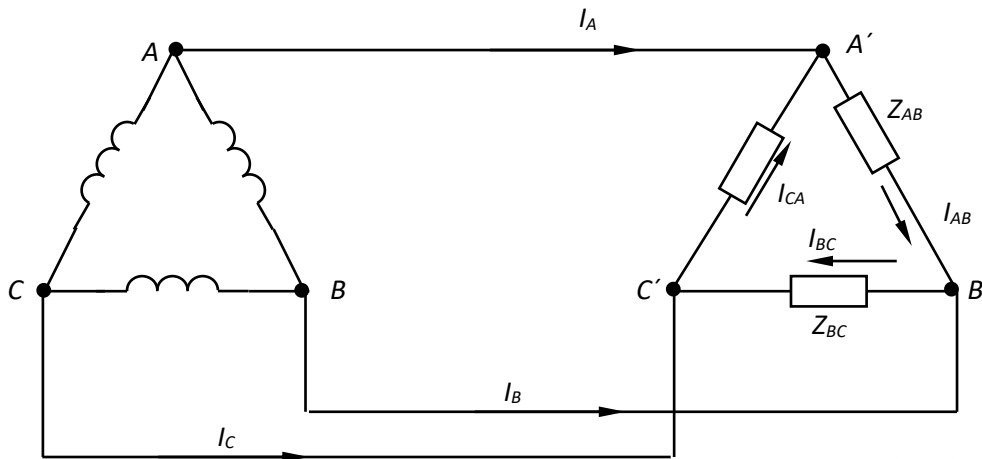

Рис. 1.36
на рис. 1.36.
1. Чертим схему подключения нагрузки (рис. 1.36)